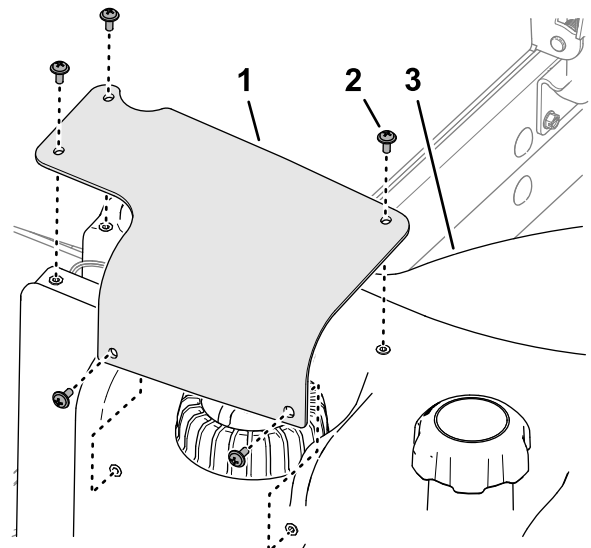

Figure 126
7. Alignez les trous du couvercle du transmetteur de niveau de carburant et les trous du réservoir de carburant, et fixez le couvercle sur le réservoir avec les 5 vis cruciformes (Figure 126).